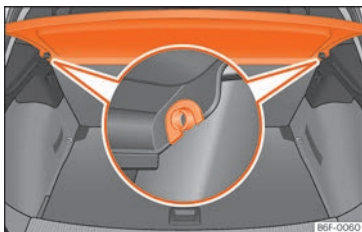

Fig. 163 Dans le coffre à bagages : dépose et repose de la plage arrière.
- Dégagez la plage arrière des supports latéraux » » fig. 163 en la tirant vers le haut puis en la détachant.
- Introduisez la plage arrière horizontalement en faisant coïncider la « forme en U » sur l'axe des supports » » fig. 163, et appuyez vers le bas jusqu'à ce qu'elle s'encastre.